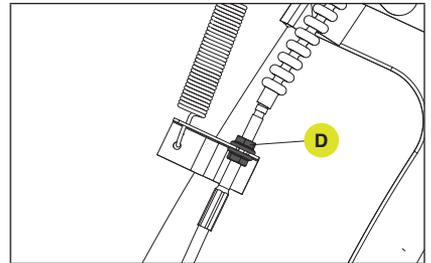

Figure 48
5. Tournez l'écrou supérieur (D) dans le sens des aiguilles d'une montre pour déplacer l'écrou vers le bas contre le support. Serrez ces deux écrous jusqu'à ce qu'ils soient bien ajustés. (Fig. 48)